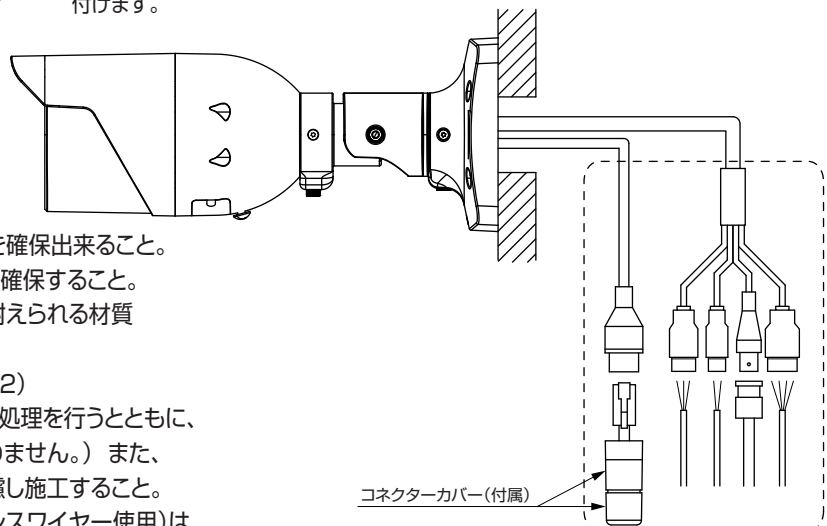

図2 ケーブルの絶縁・防水処理
3. ケーブル類は、確実に防水処理を施すこと。(図2)
配線部分(図2点線部)は、絶縁テープにて絶縁処理を行うとともに、防水処理を確実にすること。(防水対応ではありません。また、ケーブル接続部が雨水にて水没しないよう考慮し施工すること。
- ケーブル類は、確実に防水処理を施すこと。(図2)
配線部分(図2点線部)は、絶縁テープにて絶縁処理を行うとともに、防水処理を確実にすること。(防水対応ではありません。)